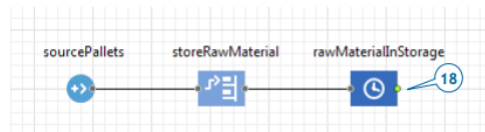

Рисунок 10.17 – Блок *rawMaterialInStorage*
18. Додайте блок *Delay*, щоб імітувати, як піддони очікують у стелажі, а потім назвіть блок *rawMaterialInStorage* (рис. 10.17).